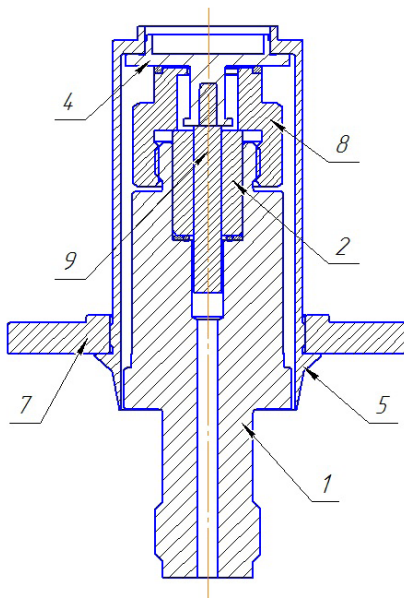

Рис. 4. Устройство поршневых систем (ИПС и БПС)
Поршневые системы МП-Д-25...МП-Д-160 (Рис. 4) состоят из корпуса, цилиндра, грузоприемного устройства и поршня. В отличие от ПС МП-Д-6...МП-Д-16 в данных ПС фиксация поршня для предотвращения его выхода из цилиндра происходит с помощью эксцентриковой гайки 8.
6.4.2 Разборка ПС МП-Д-25...МП-Д-160 заключается в следующем: выкрутите гайку 8 (Рис. 4) и выньте грузоприемное устройство с поршнем, совместно с открученной гайкой. Затем снимите гайку с поршня. Далее выньте цилиндр.
6.14 Смажьте поршень ПС рабочей жидкостью и аккуратно подведите нижний конец поршня к отверстию в соответственном цилиндре и осторожно вставьте. В случае исполнения МП-Д-25-160, гайки 8 (Рис. 4) изготавливаются эксцентриковыми (без стопорного винта). Соответственно для сборки ПС необходимо сначала надеть на поршень гайку 8.